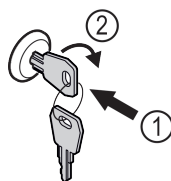

Fig. 178
- ▶ Trykk inn nøkkelen. Fig. 178 (1)
- ▶ Vri nøkkelen 90° med klokka. Fig. 178 (2)